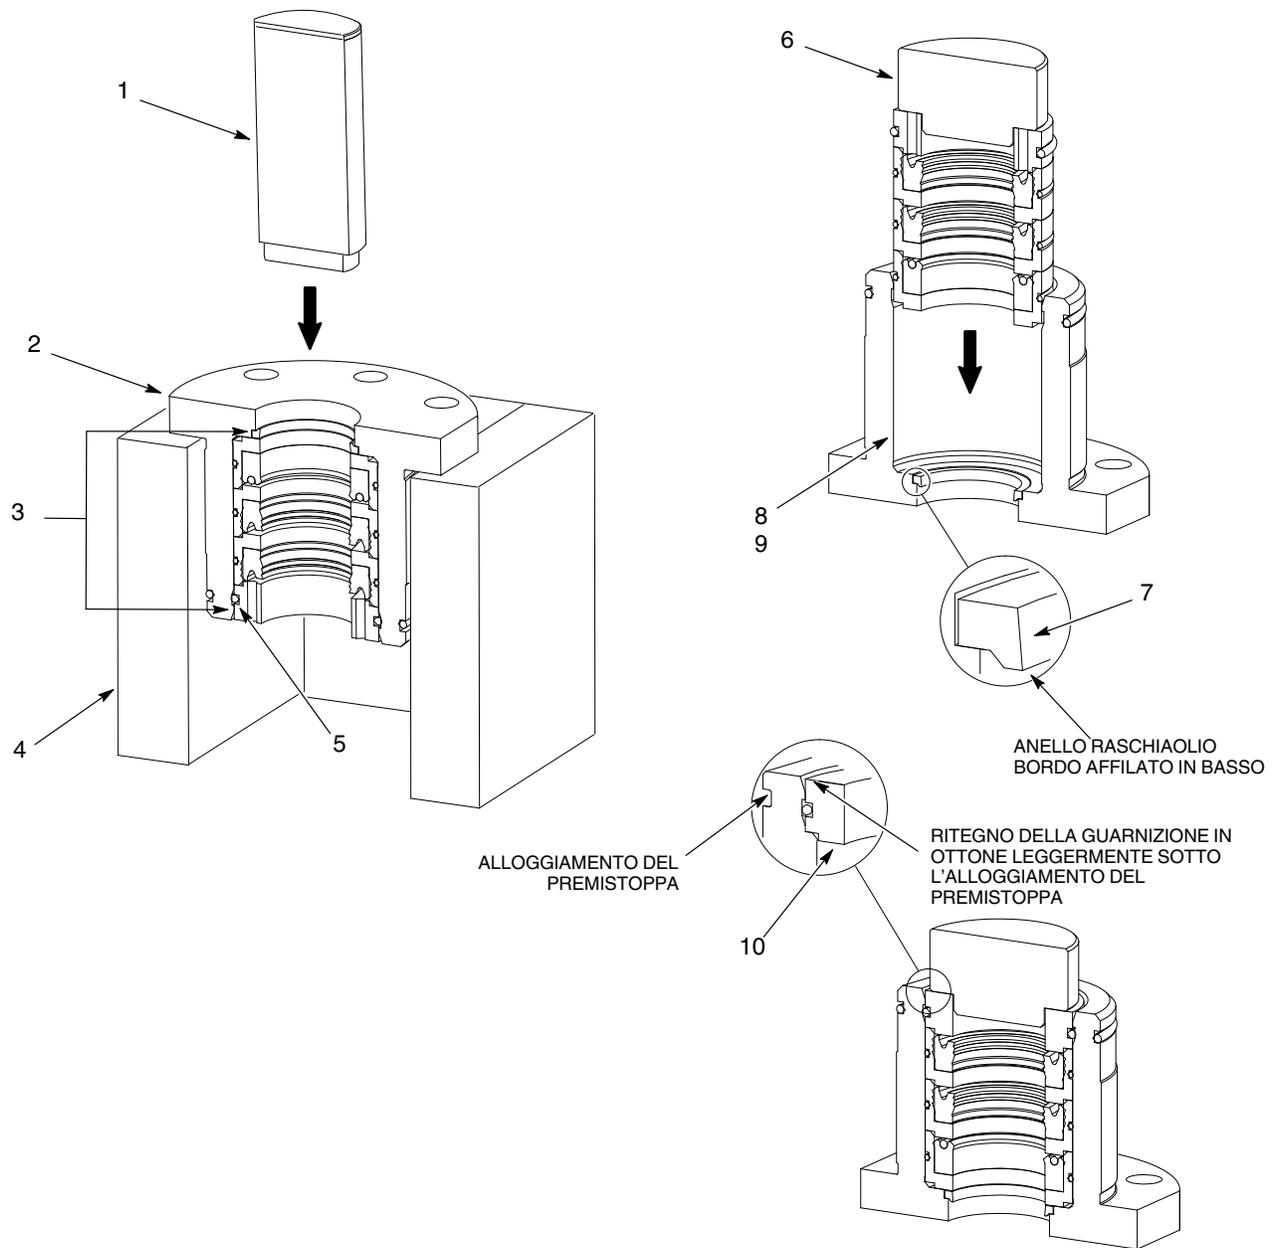

Figura 14 Sostituzione dei pezzi interni del premistoppa
1. Vedi figura 14. Posizionare l'alloggiamento del premistoppa (2) su un dispositivo di montaggio (4).